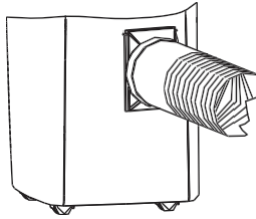

Fig. 10
11. Monteringen av frånluftskanalen och dess tillbehör är klar enligt ritningen i fig. 10.